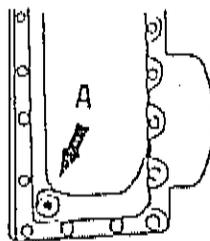

Bild 14
Die Ablassschraube (A) ist am unteren Ende des Mähbalkens, unter dem ersten Mähmesser (Bild 14).